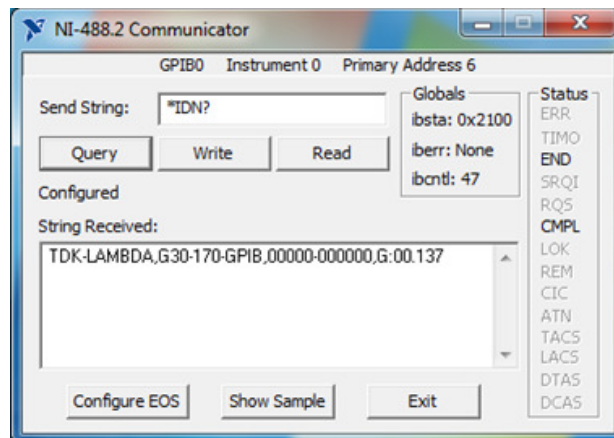

図2-6 IDの問い合わせ
4. 図2-6のように”NI-488.2 Communicator”のウィンドウが表示されます。